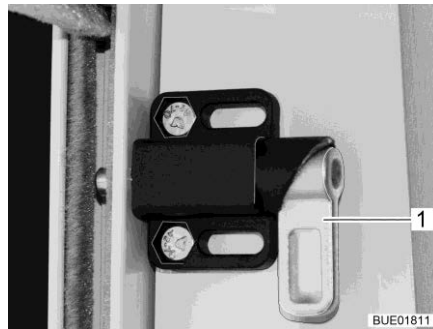

Bild 104 Sicherungsriegel Frontscheibenverdunklung
- Auf beiden Seiten den Sicherungsriegel (Bild 104,1) nach oben drehen.
- Auf beiden Seiten den Sicherungsriegel (Bild 104,1) nach unten drehen.